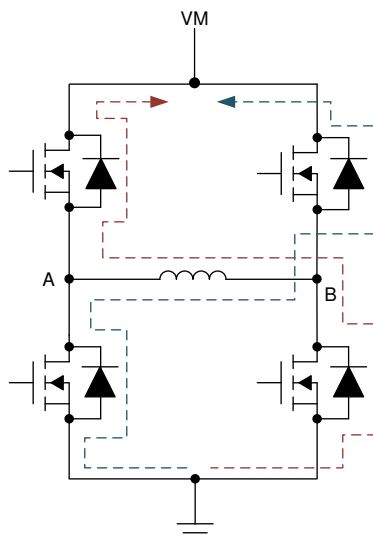

図 7-6. コースト動作 (高速減衰)
この動作モードでは、フルブリッジのすべての FET がハイインピーダンス (Hi-Z) 状態になり、モーターも Hi-Z 状態になって、コーストが開始されます。この動作モードは、モーター電流をより速く減衰させる効果もあるため、高速減衰モードとも呼ばれます。図 7-6 に示すように、モーターが最初に順方向動作 (電流は端子 A から端子 B に流れる) で接続されていた場合、コースト動作が適用されると、モーター負荷の誘導性により、電流は同じ方向 (A から B) に流れ続け、代替の FET の逆並列ダイオードが導通し始めます。この逆並列ダイオードを介した電流の流れによって、電源電圧 (VM) によって生成される高い負電位が電流を急速に減少させます。